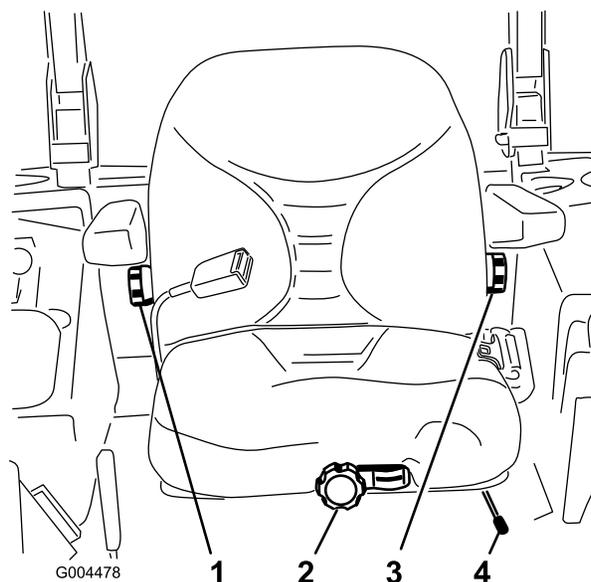

Figura 8
1. Il sedile si regola spostando da un lato la leva per sbloccarlo (Figura 8).
Per regolare lo schienale del sedile, girate nella direzione opportuna la manopola situata sotto il bracciolo destro, fino ad ottenere il migliore comfort (Figura 8).
Per regolare lo schienale del sedile, girate nella direzione opportuna la manopola sotto il bracciolo sinistro, fino ad ottenere il migliore comfort (Figura 8).